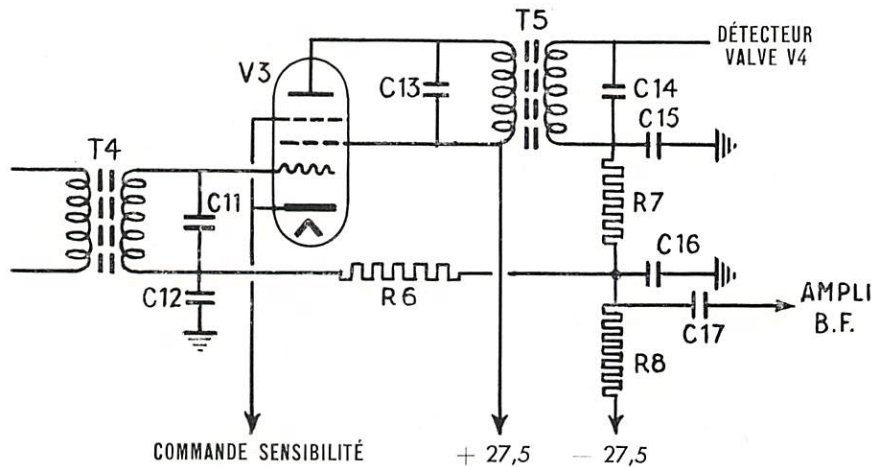

Fig. 3 — Amplificateur M F.
5.3. AMPLIFICATEUR MF (Fig. 3).
5.4. DÉTECTEUR-PRÉAMPLIFICATEUR BF (Fig. 3 et 4).